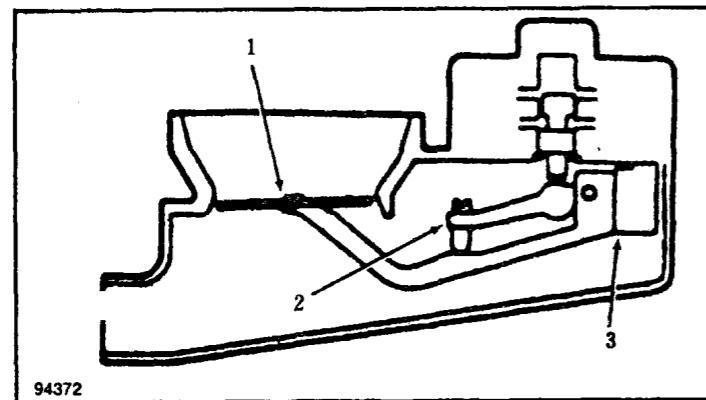

图1-5 调整气流传感器片
3) 气流传感器片间隙的测量点在气流片上燃料分配器一侧（参见图1-5）。拆下点火线圈上的接线头，并把它与搭铁线相接，然后用手摇柄转动发动机，连续转动10秒钟，最后用专用工具轻轻地抬起气流传感器片，直到感觉到有阻力，同时查看一下间隙是否达到了3.0-10毫米。